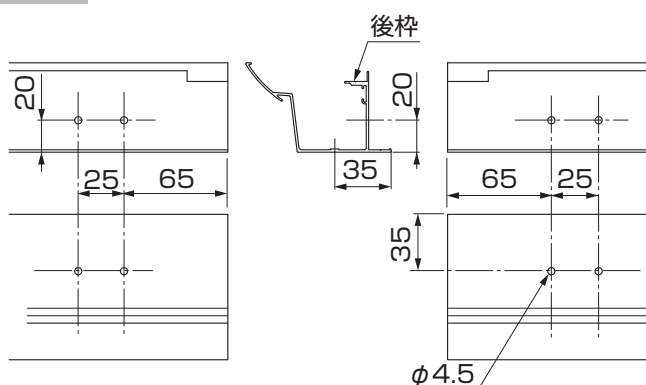
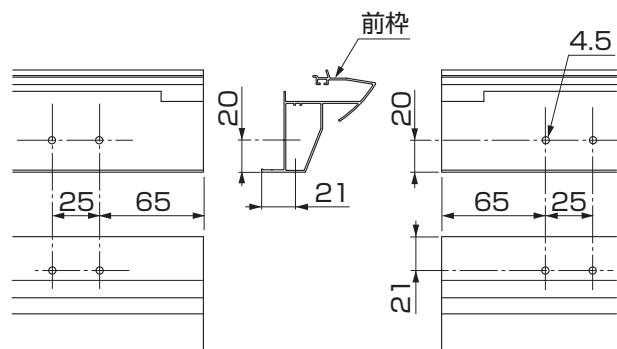

図2-1 後枠の加工
図2-2 前枠の加工
①後枠・前枠・母屋の連棟側を穴加工してください。(図2-1、図2-2、図2-3参照)